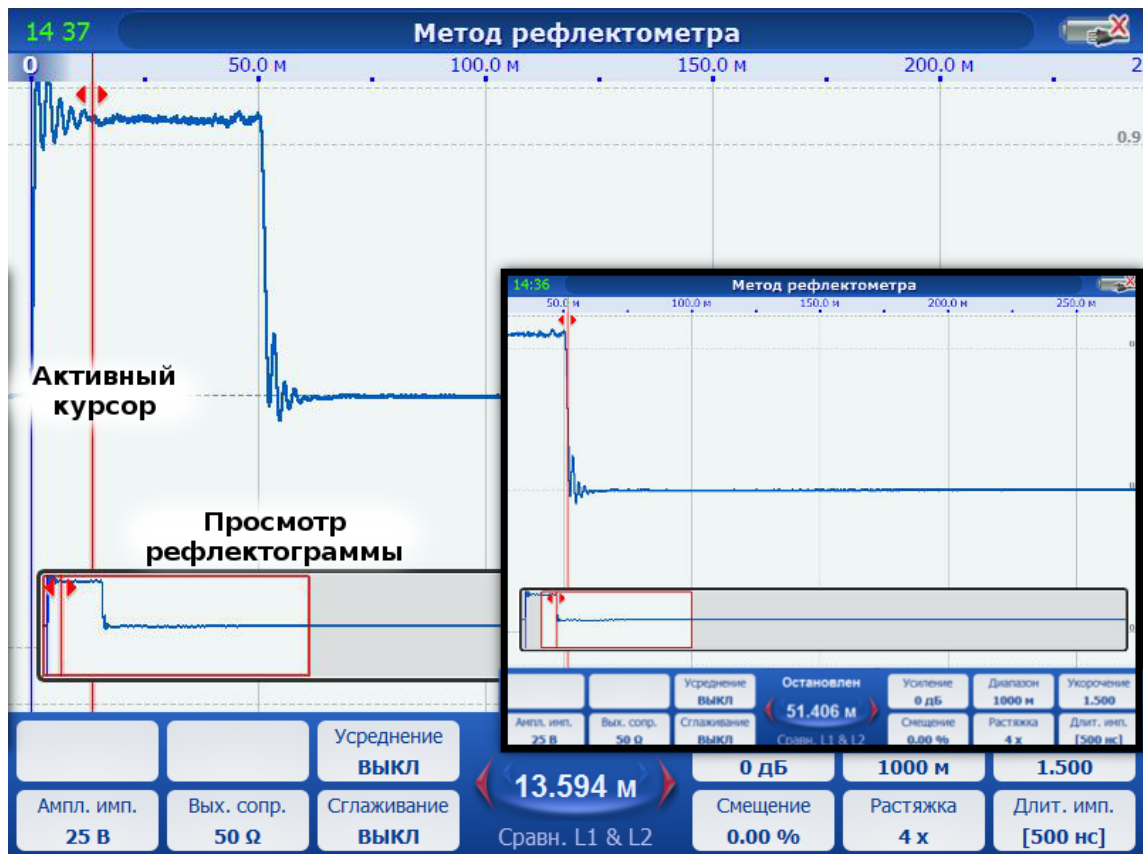

Рис. 16. Процедура перемещения области просмотра рефлектограммы
7) Клавишами «**Влево**» и «**Вправо**» перемещайте текущий курсор в необходимом направлении. При этом область просмотра будет автоматически смещаться (рис. 16).